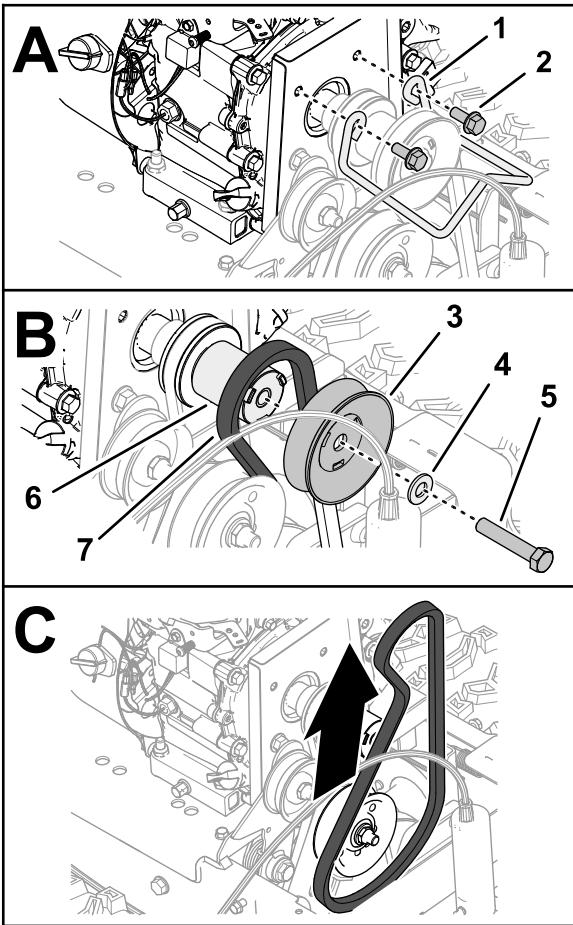

Figura 44
- Retire os dois parafusos de cabeça flangeada que prendem a guia da correia e retire a guia do motor (Figura 44).
4. Retire o parafuso ($\frac{3}{8}$ pol. x 2 pol.) e a anilha que prendem a polia da transmissão da vassoura à cambota do motor e retire a polia (Figura 44).